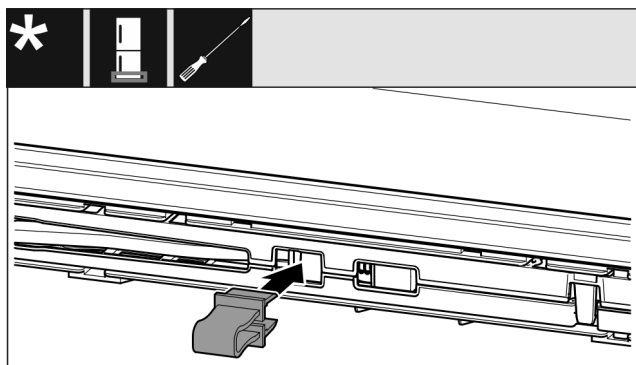

Fig. 14
- Kapni siguresën në vrimën përkatëse. (shihni Fig. 14)